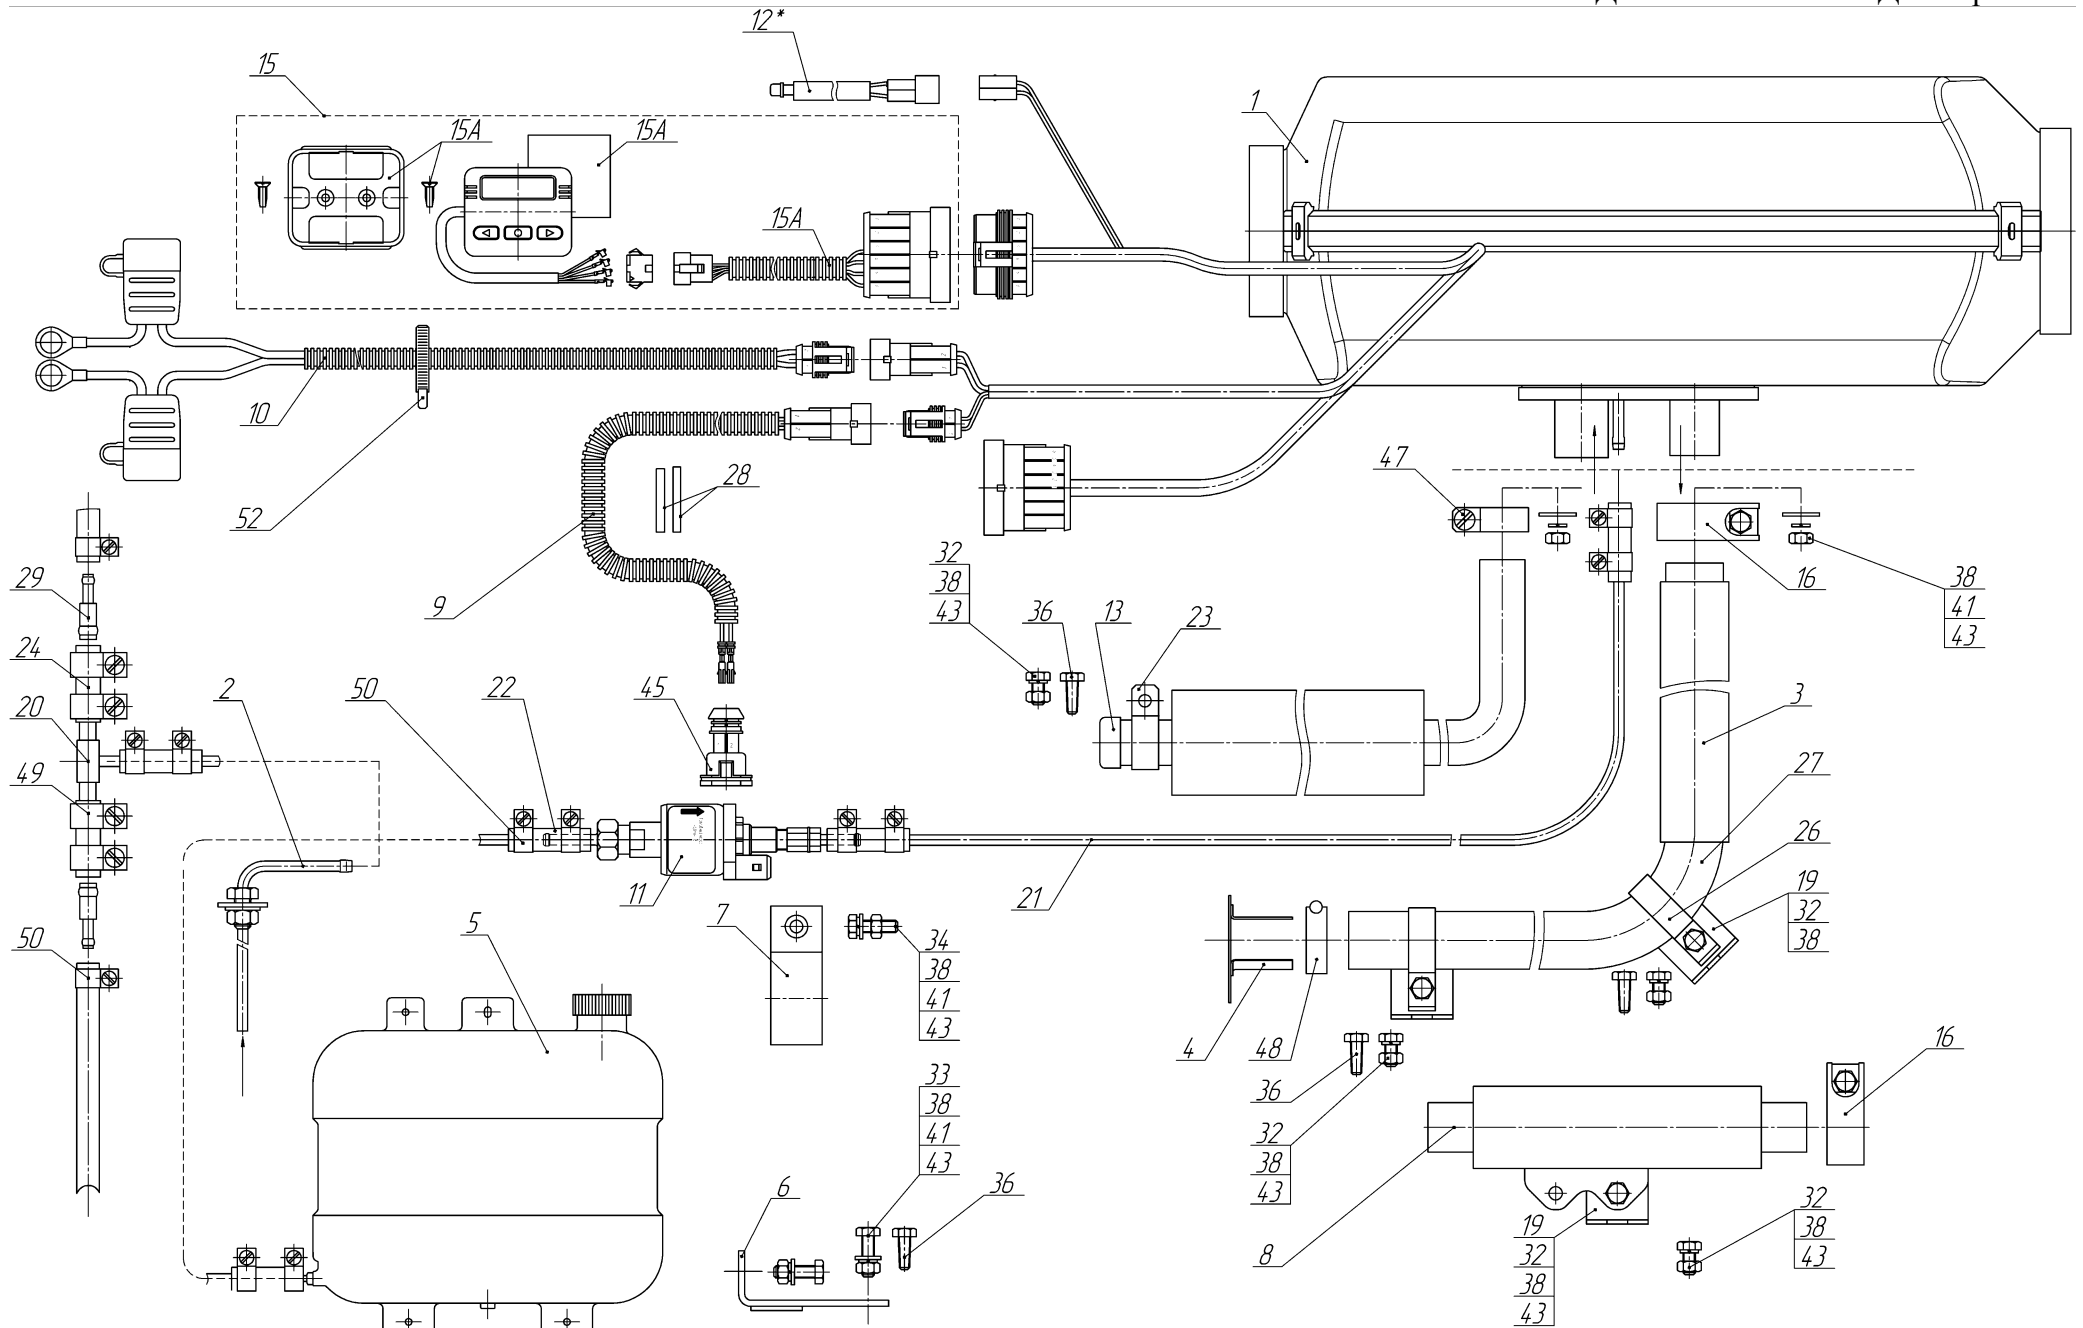

Рис.1- Схеме деления отопителя.
- 1) Состав **отопителей воздушных** согласно схеме деления изделия, на составные части – рис. 1 и перечню деталей и сборок – таблица 1.
Рис.1а- Схеме деления отопителя (с монтажными комплектами).